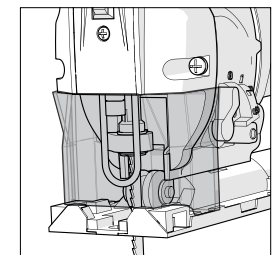

Abb. 9
- Der vordere Schutz (**Abb. 9**) steckt auf der Vorderseite der Maschine unter der Laser-Führung und vor dem Sägeblattschutz aus Stahl.